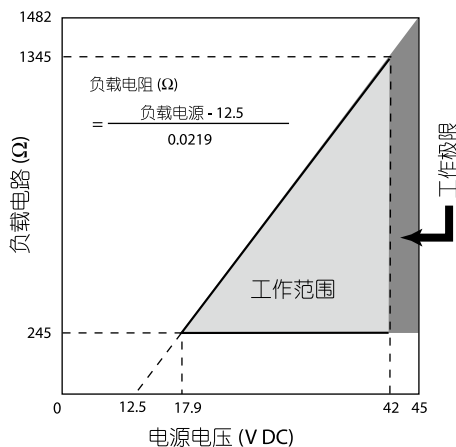

图3 电源电压和负载电阻特性
17.9 ~ 42V DC。具有反极性保护。回路负载电阻必须等于或大于 250 Ω。见图 3。